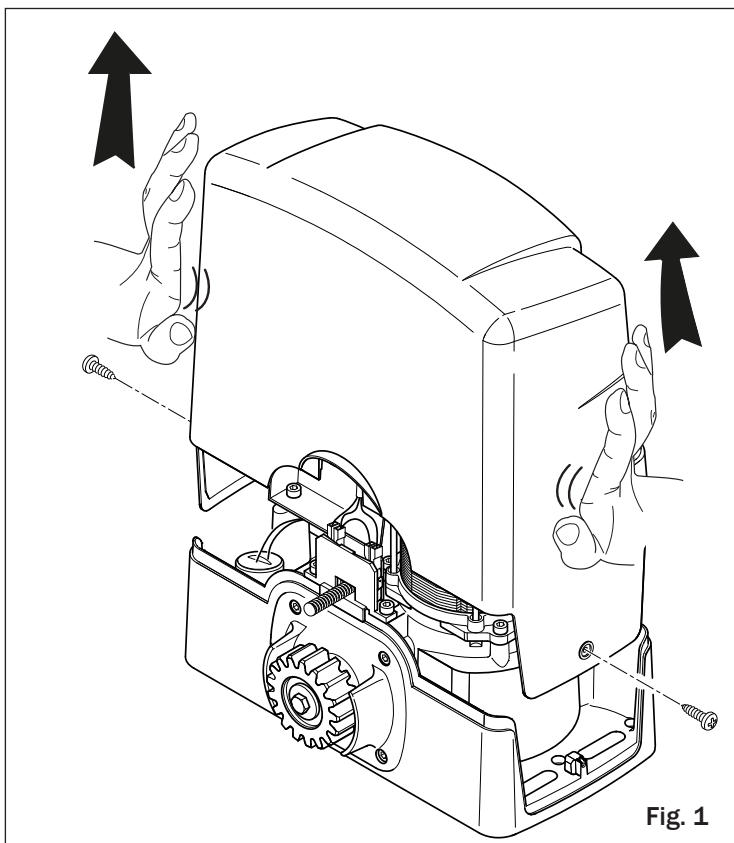

Fig. 1
- Desenrosque los tornillos de la tapa y quítela extrayéndola hacia arriba, como se indica en la fig. 1. Compruebe que las seis patas de ajuste no sobresalgan de la base del motorreductor.
- Die Schrauben des Deckels ausschrauben und diesen nach oben abnehmen, wie in Abb. 1 gezeigt. Prüfen, ob die sechs Stellfüße nicht aus der Basis des Getriebemotors herausragen.
- Desenrosque os parafusos da tampa e retire-a puxando para cima, conforme indicado na fig. 1. Controle que os seis pés de nivelamento não saiam da base do moto-reductor.
- Per un corretto allineamento e passo tra due pezzi di cremagliera, si consiglia di utilizzare un elemento di raccordo in fase di fissaggio come indicato in fig. 1.
- To ensure that subsequent sections of rack are aligned correctly and maintain the correct tooth pitch, we recommend installing the rack sections with connector pieces as shown in fig. 1.